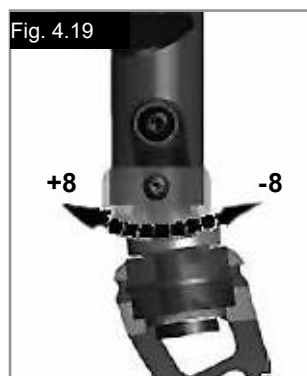

Fig. 4.19
Zum Einstellen der Sitzhöhe hinten die 4 Schrauben (1) (2 auf jeder Seite), mit der die Klemme (2) befestigt ist. Stellen Sie die beiden Klemmen auf die gewünschte Höhe ein und setzen Sie die 4 Schrauben wieder ein. Vor dem Anziehen der Schrauben, die Anleitung zum Einstellen des Vor-/Nachlaufs auf Null befolgen (Siehe Fig. 4.19 - 4.20). Die Schrauben auf 7 Nm anziehen.
Um sicherzustellen, dass beide Gabeln parallel eingestellt sind, zählen Sie einfach die sichtbaren Zähne auf beiden Seiten. Nach dem Einstellen der Lenkradgabel gewährleistet die Verzahnung den festen Halt und ermöglicht eine Verstellung um 16° in 2° Schritten. Verwenden Sie die flache Seite vorne an der Lenkradgabel zum Überprüfen des rechten Winkels zum Boden (Fig. 4.19).